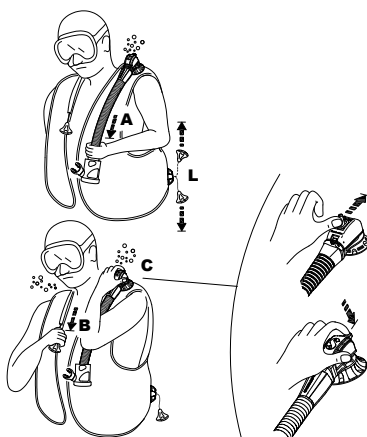

fig. 7
- a. tragerea usoara a furtunului ondulat a inflatorului (fig. 7 - A).
- b. impingerea pinului ce iese din carcasa supapei (fig. 7 - C) (Patentat): acest sistem poate fi util si pentru a evacua aerul din vesta altui scafandru atunci cand acesta se afla in dificultate (este incepator, in panica sau incostient, etc.).
- Supapa manuala de evacuare (Patentata) SCUBAPRO® are un buton de siguranta ce atunci cand este apasat (fig. 7 - C) va elibera aerul in cazul in care Sistemul Supapei Manuale nu functioneaza (este rupt cablul sau pinul, etc), sau atunci cand respiram prin Air 2.
Supapa de evacuare de pe umarul drept (fig. 7-B)
Supapa de pe umarul drept, daca este prezenta, poate fi activata prin tragerea usoara a butonului ce este conectat la supapa printr-un snur (fig. 7 - B). Pentru a activa supapa de evacuare manuala, positionati supapa in cel mai inalt punct pentru ca aerul sa poata iesi din vesta. Activati supapa de evacuare pana ce atingeti flotabilitatea dorita. Pentru a inchide supapa nu mai trageți/apasati (fig. 7 - B)
Supapa manuala de evacuare - pozitionata in partea dreapta jos (fig. 7 - L)
Sistemele cu debit maxim de evacuare a gazului sunt supapa de pe umarul drept (fig. 7-B) si supapa din parte dreapta de jos (fig 7-L).